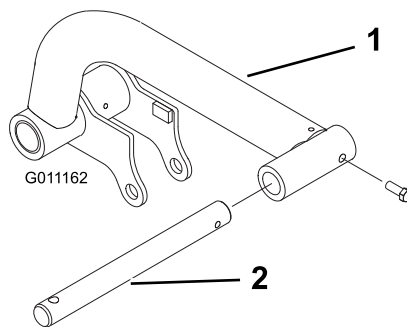

Figura 9
- Insira uma haste de pivô em cada braço de elevação e alinhe os orifícios de montagem (Figura 9).